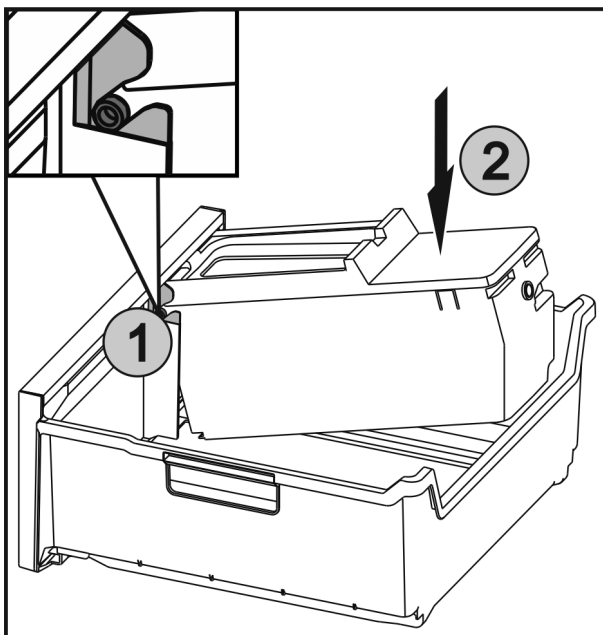

Fig. 49
- ▶ Zasuňte osi Fig. 49 (1) na EasyTwist-Ice do vedení a tlačte zadnú stranu Fig. 49 (2), kým spona nezapadne.